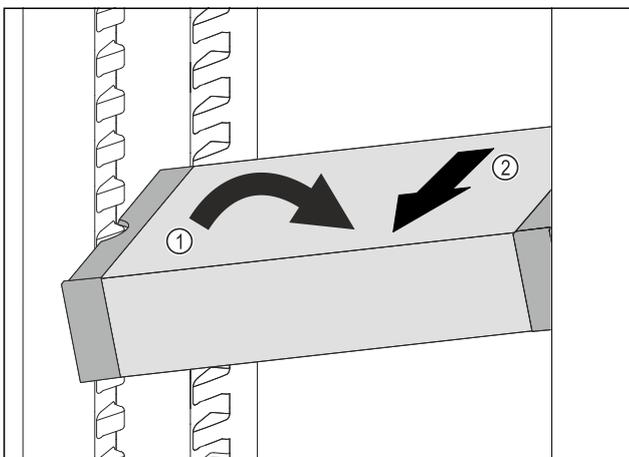

Fig. 119
- ▶ VarioSafe im Kühlteil schräg stellen. Fig. 119 (1)
- ▶ VarioSafe nach vorne entnehmen. Fig. 119 (2)